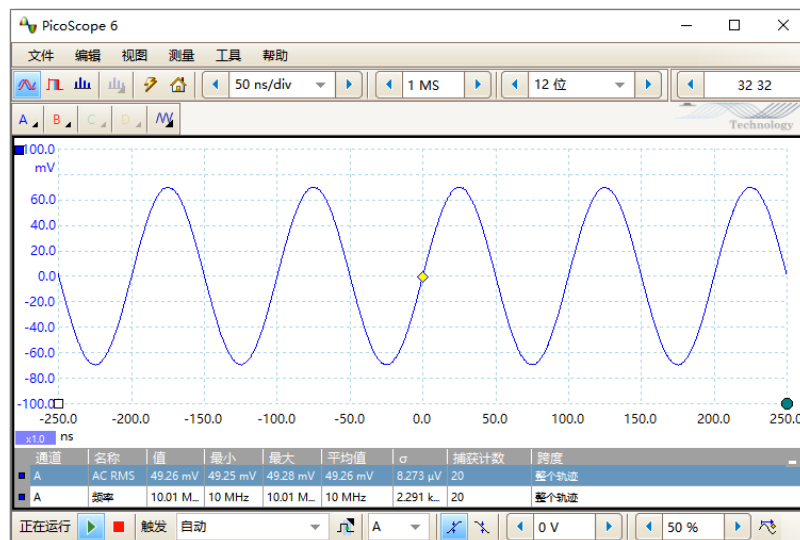

图87. 待测信号参数图
3. 打开函数信号发生器电源，将参数设置为“波形：正弦波”、“幅值：50 mVrms”、“频率：60 MHz”、“输出阻抗：50 Ω ”，待测信号参数如图 87 所示：